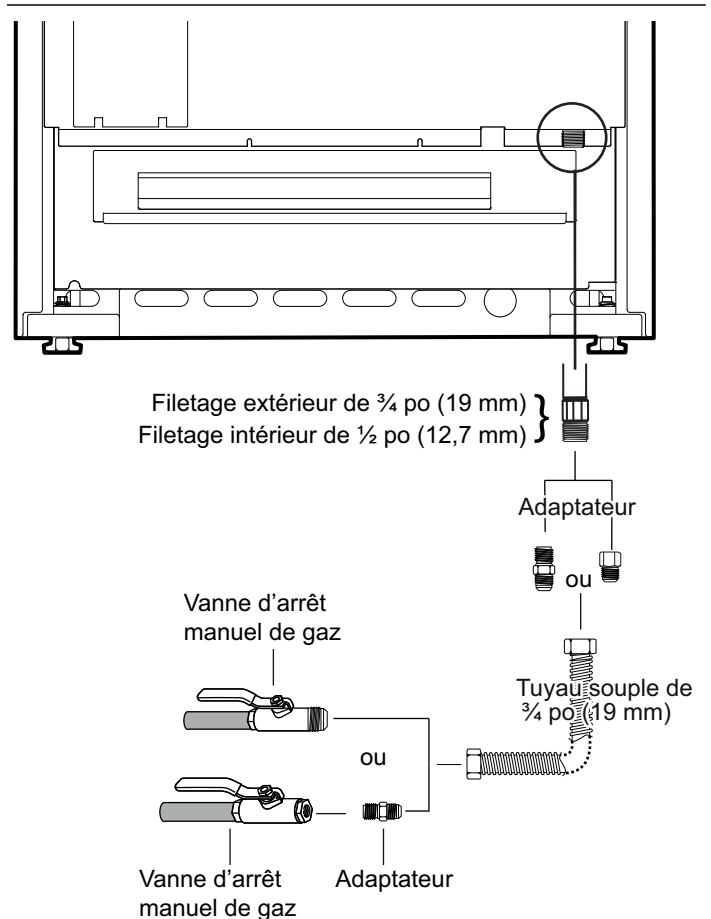

Figure 8 : Raccordement à l'approvisionnement de gaz
2. Utilisez un raccord à gaz souple de 3/4 po. entre l'alimentation en gaz et le tuyau d'arrivée de gaz de l'appareil. Le tuyau d'arrivée de gaz de toutes les cuisinières est situé en bas à droite (voir *Figure 8*). Le tuyau d'arrivée de gaz de l'appareil est de type NPT 1/2 po.